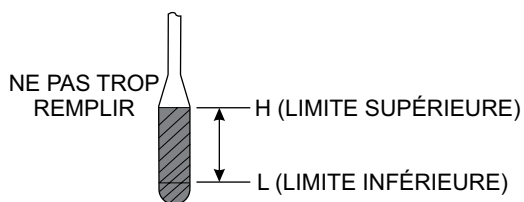

**Figure 53. Jauge de niveau d'huile moteur**
3. Déterminez si le niveau d'huile du moteur est faible. Le niveau d'huile doit se situer entre les limites supérieure et inférieure (Figure 53) de la jauge.